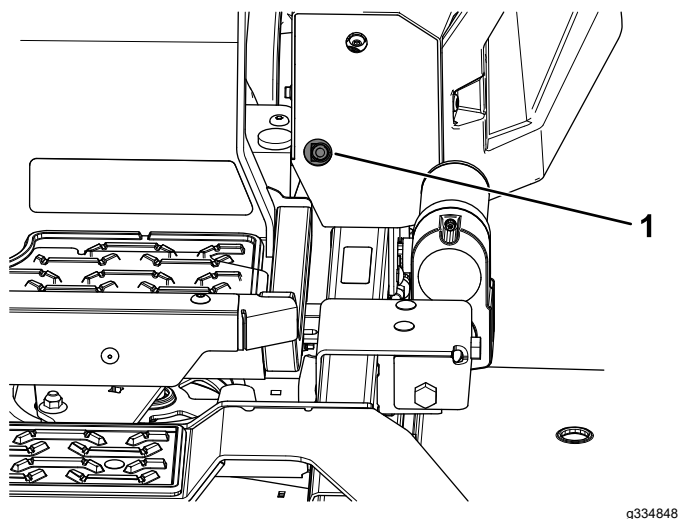
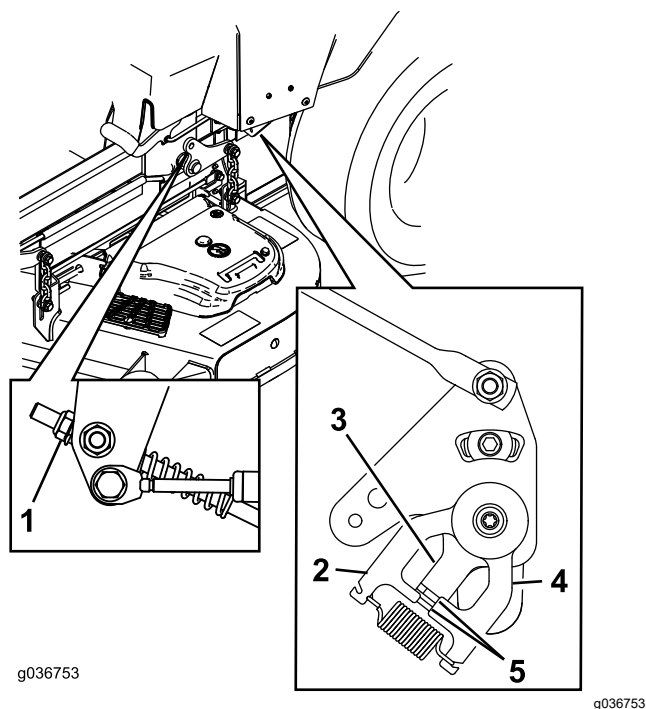

Figure 70
Figure 71
11. Réglez la longueur des tiges de pompes en tournant l'écrou dans le sens voulu jusqu'à ce que les roues tournent légèrement en marche arrière (**Figure 70** et **Figure 71**).